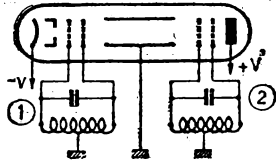

Fig. 2. — Schéma du klystron et de ses circuits. En réalité, les deux circuits oscillants sont deux cavités résonnantes.
cathode C émet un faisceau d'électrons accélérés et focalisés par une électrode W. Cet ensemble constitue un canon à électrons, analogue à celui d'un tube à rayons cathodiques. Cette structure cathodique est disposée de façon à émettre un mince pinceau cylindrique. Sur le parcours de ce faisceau on rencontre d'abord deux grilles (G1, G2) très rapprochées, puis un espace cylindrique blindé T, enfin un autre groupe de deux grilles (G3, G4). Une cible A collecte les électrons. Poursuivant l'analogie avec la triode, on peut considérer que l'ensemble G1, G2 tient le rôle d'une grille dédoublée, et l'ensemble G3, G4 celui d'une plaque. Connectons les grilles G1, G2 et G3, G4 respectivement aux extrémités de deux circuits oscillants, comme indiqué sur la figure 2, et supposons que le circuit (1) oscille à une fré-